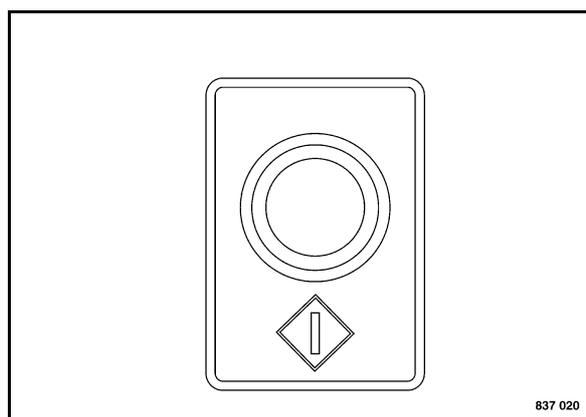

Fig. 79
- Attivare l'idraulica (Fig. 79).